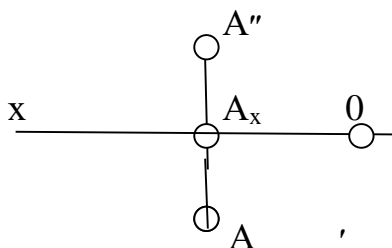

Рис.2.1
3. На оси X в любом месте отмечаем точку O (начало координат) и от нее влево откладываем 20мм (т.к. положительная абсцисса направлена влево), получаем точку A_x . Затем через эту точку строим перпендикуляр к оси X . Отложив вверх 15мм, получим точку A' , отложив вниз 10мм, получим A'' (рис.2.1).